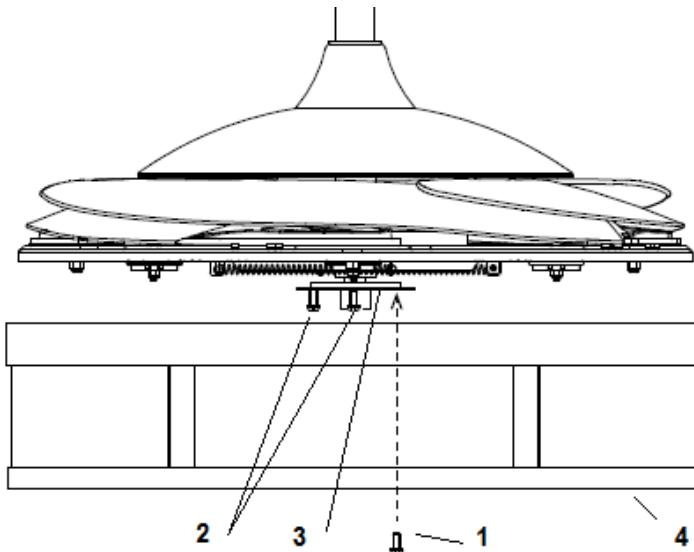

Fig. 6
- Draai de schroef (1) uit de beugel van de lampenkop (3) los. Breng de twee sleufschoeven (2) op één lijn met de sleutelgaten van de lampenkop (4). Fig.6